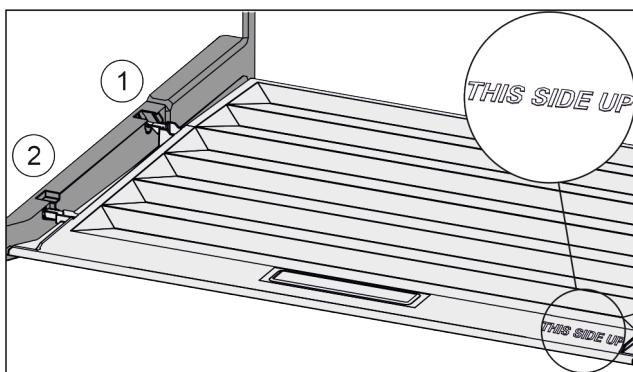

Fig. 117
► Výstupky veka zavedte cez otvor zadného držiaka Fig. 117 (1) a zaistite vpredu v držiaku Fig. 117 (2).